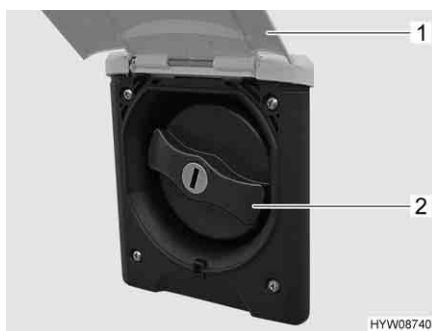

Fig. 165 Coperchio (bocchettone di riempimento dell'acqua potabile)
- Sollevare lo sportello esterno (Fig. 165,1).
- Ruotare il coperchio blu (Fig. 165,2) di un quarto di giro.